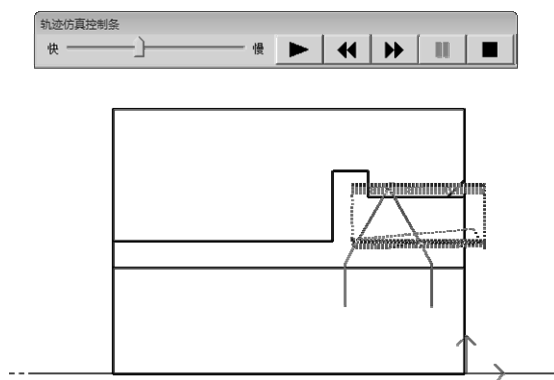

图 6-100 螺纹加工轨迹仿真结果
(4) 轨迹仿真 轨迹仿真是对已有的加工轨迹进行加工过程模拟，以检查加工轨迹的正确性。选择下拉菜单“数控车”→“轨迹仿真”命令，或直接单击数控车工具栏中的“轨迹仿真”按钮，系统在“命令提示”栏中显示“拾取刀具轨迹”，然后单击立即菜单，在立即菜单选项中选择“动态”，并设定步长大于 0。单击已经生成的加工轨迹，轨迹变成红色表示被选中，然后单击右键结束选取，系统便弹出仿真控制条，按开始键开始仿真。仿真过程中可进行暂停、上一步、下一步、终止和速度调节操作，如图 6-100 所示。如果仿真结果不是很理想，可以通过修改参数来改变。